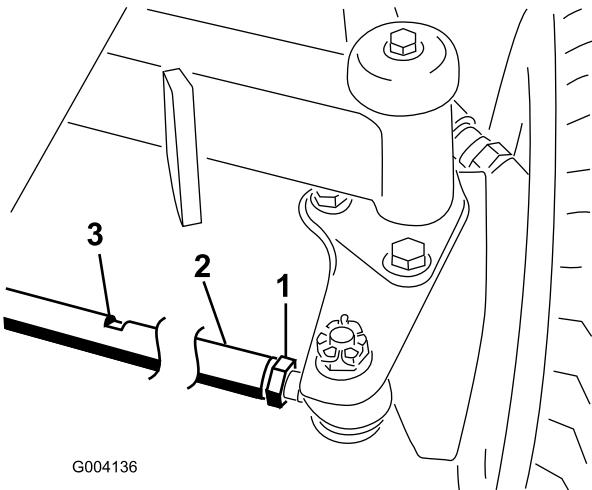

図 61
2. 各タイロッド図 61 の端についているジャムナットをゆるめる。